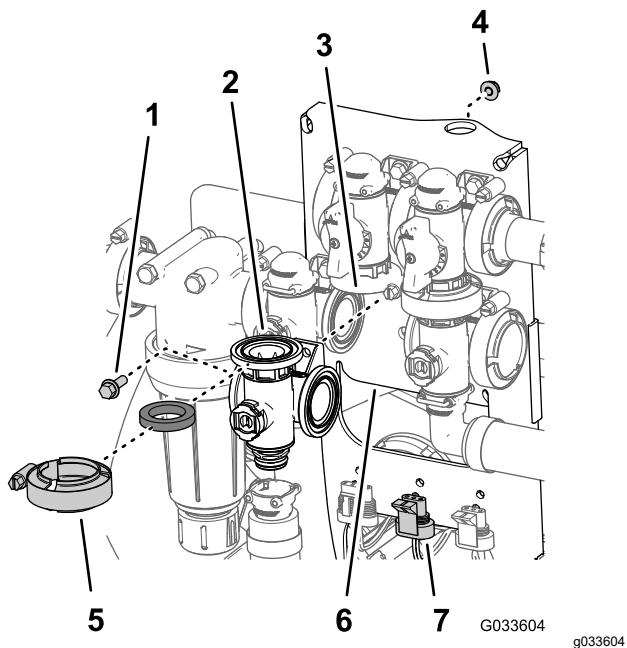

Figura 127
1. Alinhe a flange do coletor da válvula de agitação, uma junta e a flange da válvula de derivação da agitação (Figura 127).
- Monte a válvula de agitação na montagem da válvula com o parafuso de cabeça flangeada e porca de bloqueio flangeada (Figura 127) que removeu no passo 3 de Remoção da válvula do coletor de agitação \(página 81\) e aperte a porca e o parafuso com 10 a 12 N·m.